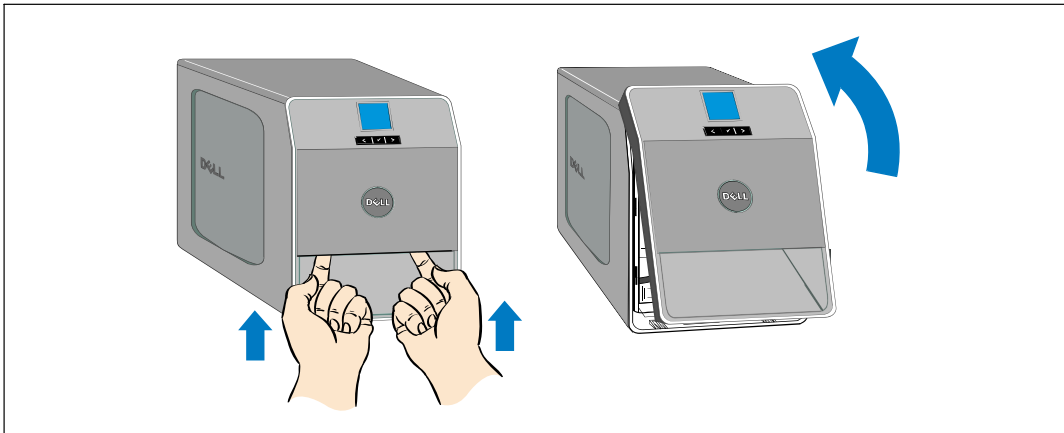

Abbildung 24. Abnehmen der vorderen Abdeckung der USV
- 2 Frontblende der USV entfernen (siehe Abbildung 24: